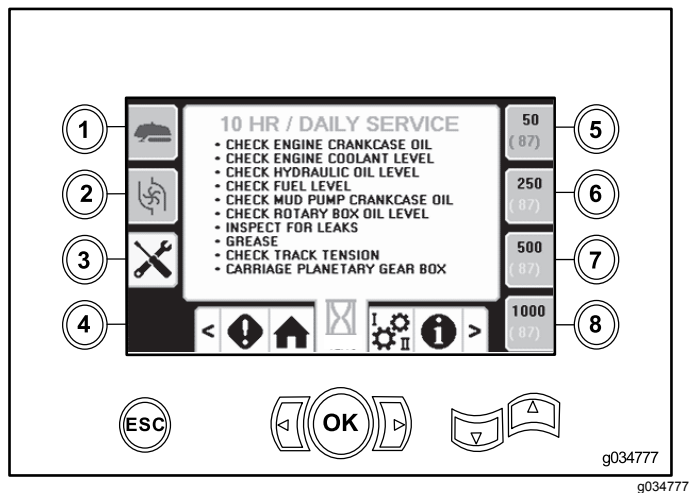

Figura 43
- Botão 3 – 10 horas/dia (Figura 43)